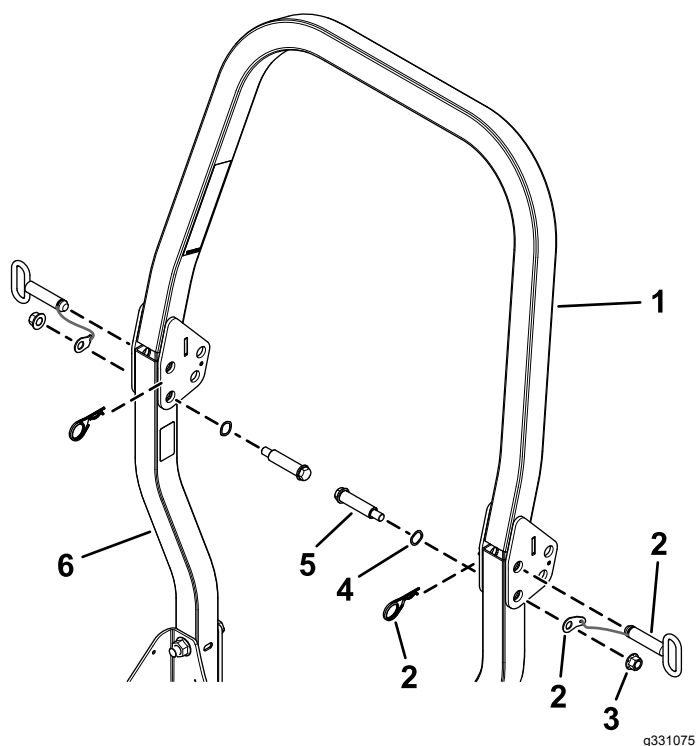

Figure 3
3. Fixez les parties inférieures sur la partie supérieure de l'arceau de sécurité à l'aide de 2 boulons à épaulement, 2 rondelles ondulées, 2 contre-écrous (1/2"), et l'ensemble axe d'articulation (Figure 3).